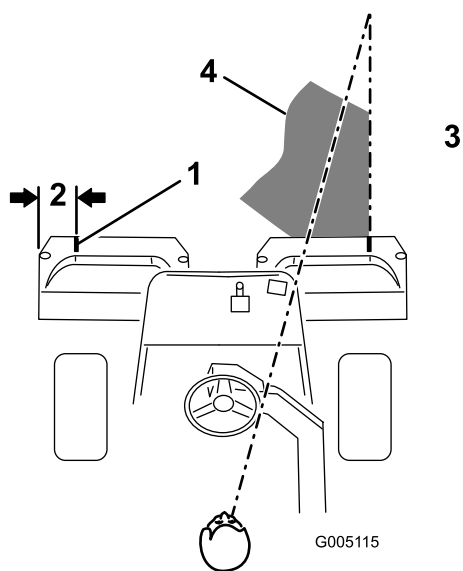
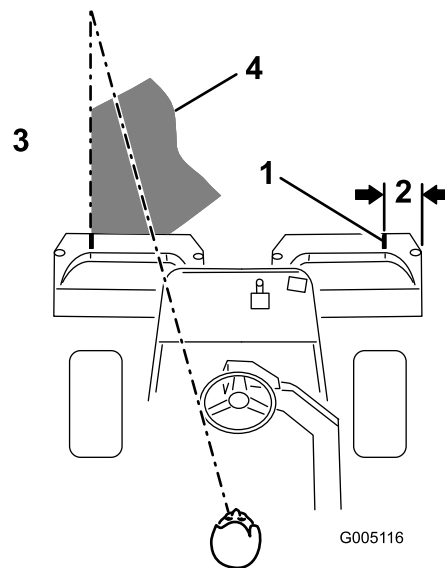

図 23
図 24
2. その位置に白色テープか白ペンキで集草箱の縁と平行に目印を入れる（図 23）。
- 行きと帰りでのオーバーラップができるだけ小さくなるように運転します。隣の列との距離を一定に保って直進するには、本機の前方向約 2 ～ 3 m を視野に捕らえておくのがポイントです（図 23 および図 24）。ハンドルを目印にして距離を合わせても良いでしょう。その場合、ハンドルの縁と本機前方の目標ラインとを重ねて見ながら運転します（図 23 および図 24）。